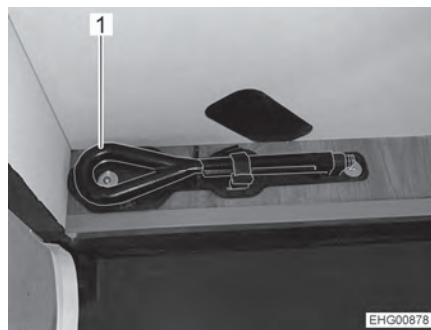

Fig. 1 Occhione di traino
- ▷ Nelle istruzioni per l'uso del veicolo di base Ford è descritto che l'occhione di traino si trova sotto il sedile del passeggero. Nell'autocaravan l'occhione di traino (Fig. 1,1) è invece ubicato in un supporto sul rialzo del pavimento nel garage di coda.